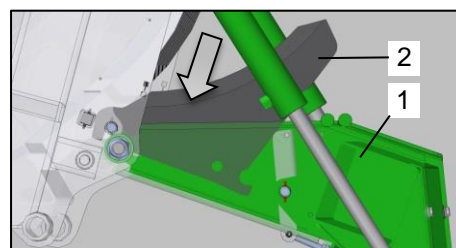

Bild 122: Überprüfung beenden
- Setzen Sie das Messer (Bild 122 / Pos. 2) wieder ein.
- Schwenken Sie das Schneidwerk (Bild 122 / Pos.1) mittels der maschinenseitigen Steuerung ein.